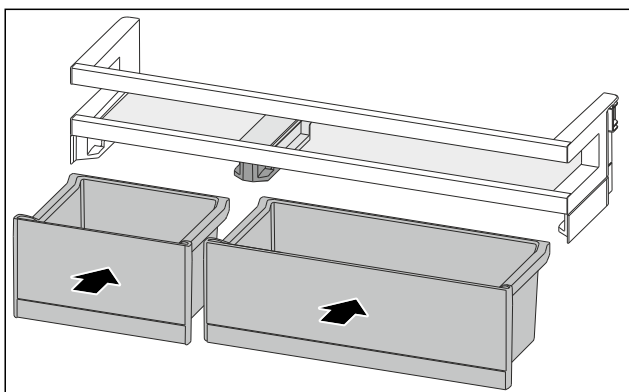

Fig. 91
- ▶ 排列互换后装入 VarioBox。（参见 Fig. 91）